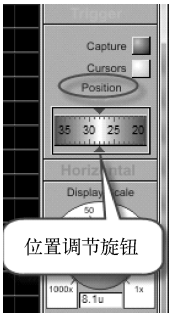

图 2-11 触发位置调节
⑤ 根据实际需要，确定是否查看触发发生前后的主要数据，并且调节位置旋钮到需要触发的位置，如图2-11所示。